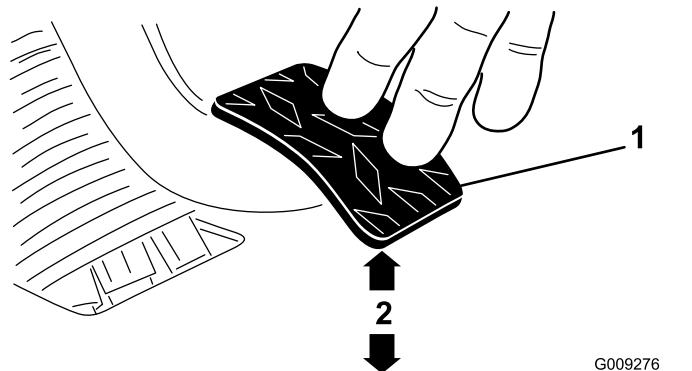

Figure 69
3. Ajustez les écrous de blocage ou la rotule jusqu'à ce que le bord arrière de la pédale d'embrayage soit à une distance de 9,2 à 9,8 cm du haut du plancher quadrillé quand une force de 1,8 kg est appliquée sur la pédale (Figure 69).